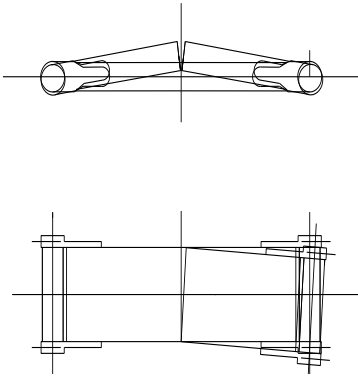

Fig.. 5: Alineación de la cinta transportadora
- Proceda a alinear los cuerpos de la cinta de modo que queden enrasados (Fig. 5).